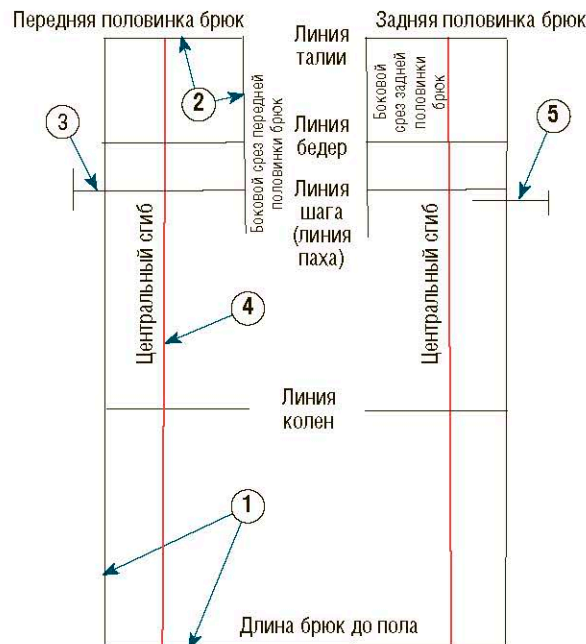

Рис. 1
① Внизу листа бумаги начертите длинную горизонтальную линию (линия низа брюк), затем на расстоянии примерно 5–7 см от левого края листа проведите вертикаль. На этой линии отложите мерку общей длины брюк (до пола) и отметьте эту высоту горизонтальной чертой (линия талии). После этого отложите стандартные (см. с. 19) или индивидуальные мерки высоты таза, высоты шага (или, иначе, высоты паховой области, см. с. 16) и высоты колен (см. с. 10 и 11).
② На линии талии начиная от вертикали отложите $1/4$ величины обхвата бедер (например: обхват бедер = 98 см; $98 : 4 = 24,5$ см). Проведите вертикаль, которая обозначит линию бокового среза брюк.
③ На линии шага (линии паха, см. с. 16) прибавьте с левой стороны $1/20$ обхвата бедер за минусом 1 см (например: обхват бедер = 98 см; $98 : 20 = 4,9$ см; $4,9 - 1 = 3,9$ см). Это расстояние обозначает ширину шага передней половинки брюк.
④ Чтобы обозначить линию центрального сгиба, прежде всего сложите $1/4$ обхвата бедер и ширину паха, а затем разделите сумму на 2 (например: $24,5 + 3,9 = 28,4$ см; $28,4 : 2 = 14,2$ см). От линии бокового среза отложите полученную мерку на линии талии передней половинки брюк, после чего проведите вертикаль, которая будет обозначать центральную линию сгиба брюк (на рис. 1 отмечена красным цветом).
- ⑤ Начертите параллель к линии шага (примерно на 2 см ниже), затем отложите на ней $\frac{1}{20}$ обхвата бедер плюс 2 см (например: обхват бедер = 98 см; $98 : 20 = 4,9$ см; $4,9 + 2 = 6,9$ см). Отметьте эту мерку вертикальным штрихом (см. рис. 1).